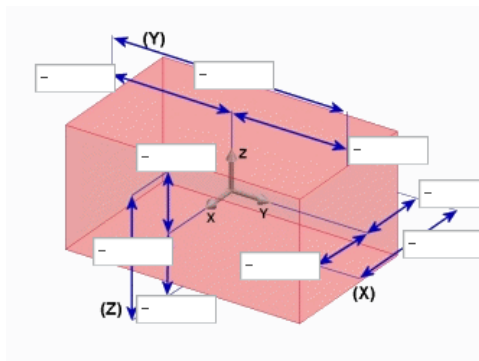

图 3.1.18 “行程”选项卡
- **行程** 选项卡：用于设置加工机床刀具在各方向（X₋，Y₋，Z₋，）的最大和最小移动量，设置界面如图 3.1.18 所示。